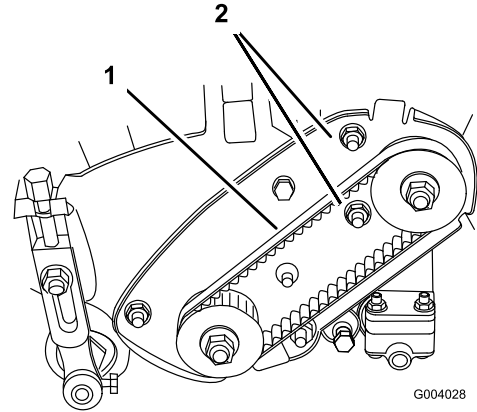

Bild 35
- A. Lösen Sie die Befestigungsmuttern des Lagergehäuses (Bild 35).
- C. Halten Sie die Einstellung des Drehmomentschlüssels und ziehen Sie das Lagergehäuse an den Befestigungsmuttern fest (Bild 35). Ziehen Sie den Riemen nicht zu stark an.